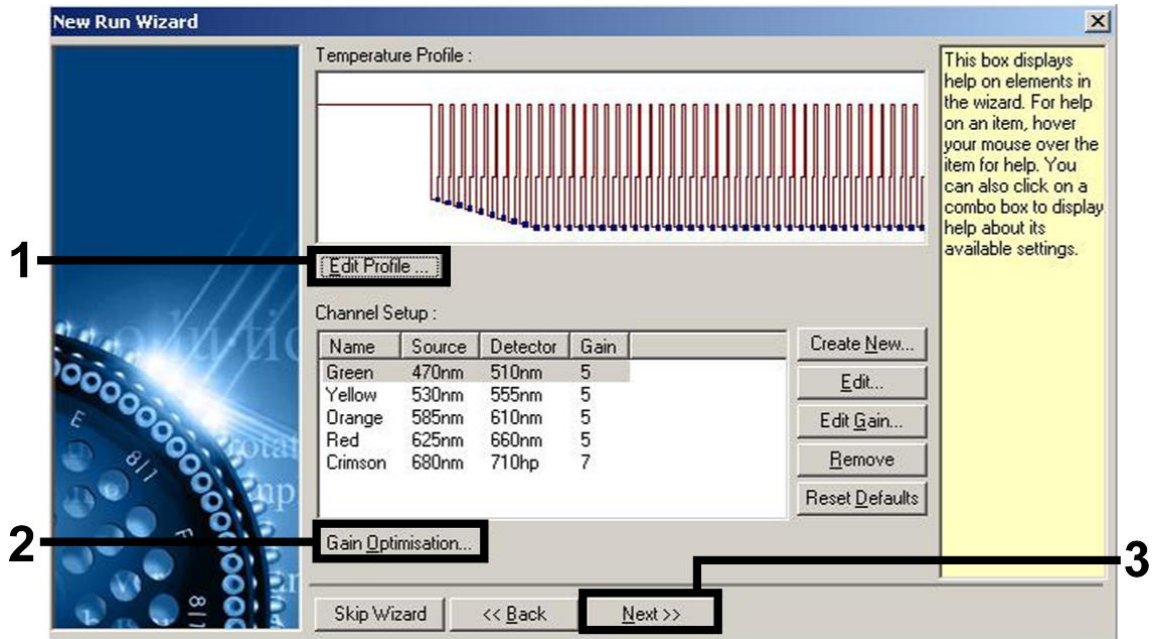

Figura 3. Editar o perfil.
- Clicar no botão "Edit Profile" (editar perfil) na próxima caixa de diálogo "New Run Wizard" (assistente de novo ensaio) (Figura 3) e programar o perfil de temperatura como mostrado nas Figuras 3-5.
9. A faixa de detecção dos canais de fluorescência tem que ser determinada de acordo com as intensidades de fluorescência nos tubos de PCR. Clicar em "Gain Optimisation" (otimização de ganho) na caixa de diálogo "New Run Wizard" (assistente de novo ensaio) (ver Figura 3) para abrir a caixa de diálogo "Auto-Gain Optimisation Setup" (configuração de otimização automática de ganho). Ajuste a temperatura de calibração para 65 para corresponder à temperatura de hibridização do programa de amplificação (Figura 6).